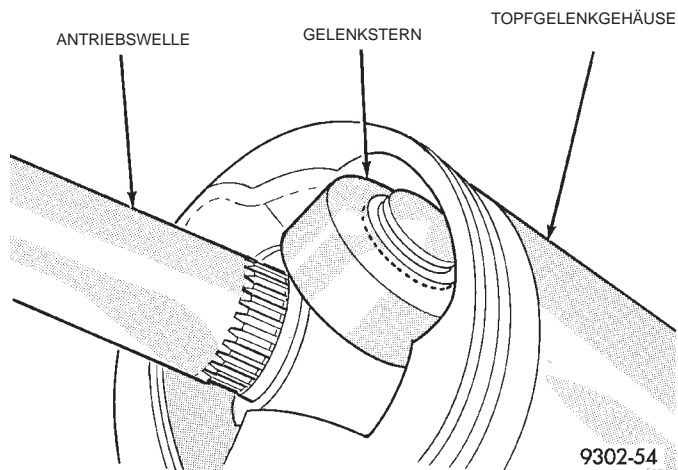

Abb. 28 Gelenksterne im Gehäuse eingebaut
(5) Das Gelenkgehäuse mit dem Gelenksterne fluchten und über den Gelenksterne und die Antriebswelle schieben (Abb. 28).